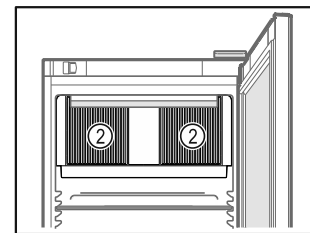

Fig. 64
- Oslobodite ventilacijske proreze Fig. 64 (2) za ventilator optočnog zraka u unutrašnjosti.